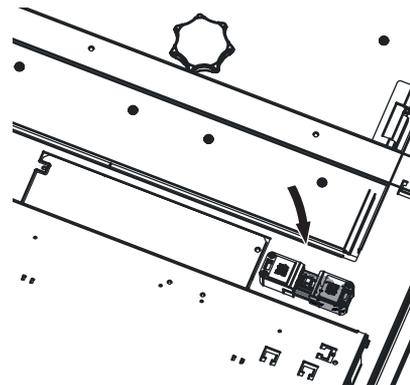

Fig. 48 Geräte-Netzstecker abziehen
▶ Bei Reinigungs- oder Reparaturarbeiten Kessel unbedingt spannungslos schalten (z.B. durch Trennen des Netzsteckers) – Fig. 48.
- ▶ Bei Reinigungs- oder Reparaturarbeiten Kessel unbedingt spannungslos schalten (z.B. durch Trennen des Netzsteckers) – Fig. 48.
- ▶ Geräte-Netzstecker abstecken – Fig. 48.